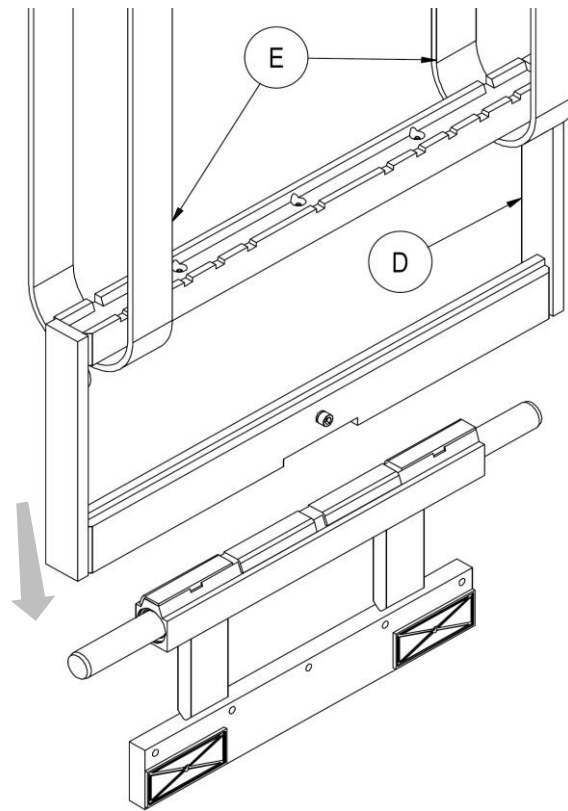

Figura 5
10. Montare il corpo mobile **D** dall' parte superiore dell'attrezzatura con l'ausilio di fasce opportunamente dimensionate al peso dell'attrezzatura (**E**) mediante carroponete o paranco di portata sufficiente (come indicato in *Figura 5*).